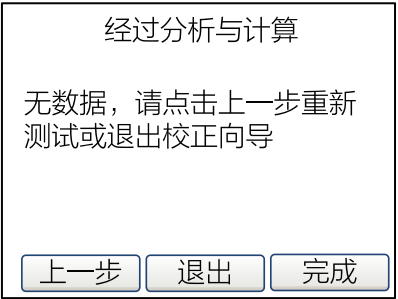

图36 校正向导的无数据界面
3) 参数选择界面，输入要设置的参数，注意流量或液量的单位。如图36